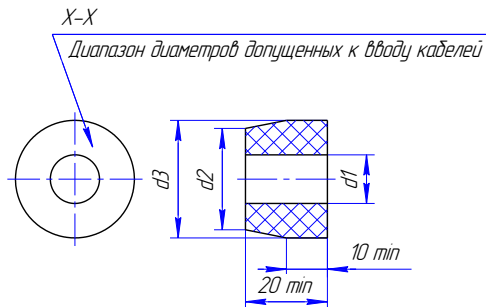

Рисунок 4. Чертеж средств взрывозащиты (продолжение). Кабельный ввод.
- кабельные вводы (см. рисунок 4) выполнены в соответствии с требованиями ГОСТ 31610.0, ГОСТ ИЕС 60079-1. Клапан должен применяться с кабельными вводами завода изготовителя или с другими кабельными вводами, которые обеспечивают защиту вида взрывонепроницаемая оболочка "d" уровень взрывозащиты 1, подгруппу IIC и степень защиты оболочки не ниже IP66. Кабельные вводы должны иметь температурный диапазон от минус 50 до плюс 60°С для обычного исполнения привода и от минус 60 до плюс 60°С для привода исполнения **ХЛ**;
1 - Модуль СФУ, 2 - Стакан (Сталь 09Г2С ГОСТ 19281-89/Сталь 20ГЛ ГОСТ 977-88), 3 - Кабельный ввод (варианты см. рисунок 4), 4 - Катушка (АГ-4В, провод ПЭТВ-2), 5 - Фланец (09Г2С ГОСТ 19281-89), 6 - Крышка (Сплав АМг6 ГОСТ 4784-97), 7 - Болт М6-6gx16.58.019 ГОСТ 7805-70, 8 - Болт М6-6gx25.58.019 ГОСТ 7805-70, 9 - Шайба 6 65Г.019 ГОСТ 6402-70, 10, 11, 12, 13 - Кольцо уплотнительное (РС-26Ч ТУ 2539-021-46521402-